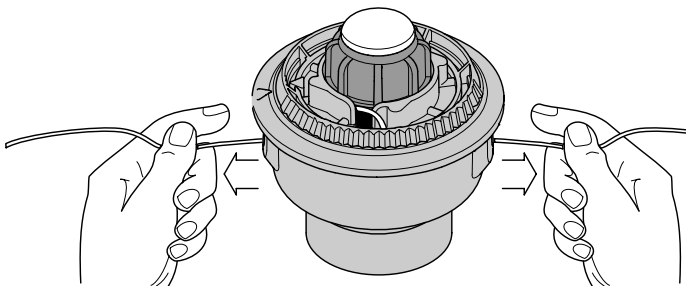

Fig. 19
9. Si el bobinado de la línea se torna dificultoso o la línea se enreda, tire de los extremos de la línea de la bobina. Continúe bobinando el carrete interior en sentido antihorario (Fig. 19).
4. Sostenga el carrete interior en su lugar e instale el botón de tope, el resorte y el sello de espuma presionando y girando la botón de tope en sentido horario. Tome los extremos y tire con firmeza para soltar la línea de las ranuras de fijación en el carrete interior (Fig. 19).
Si el SpeedSpool® no suelta línea en forma correcta, tire firmemente de los extremos de la línea de la bobina (Fig. 19). Si al hacer esto la línea no se suelta, siga las instrucciones de limpieza del SpeedSpool® a continuación.